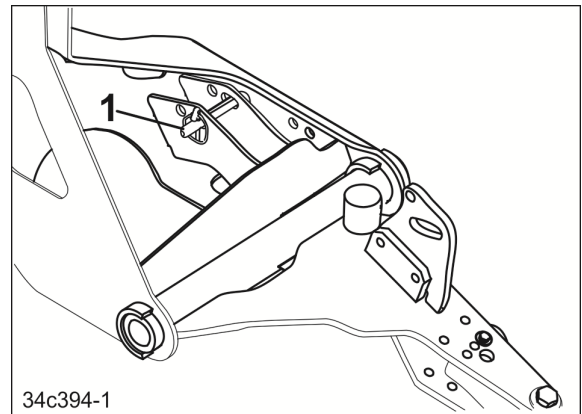

图 194
- 2.3 将用制轮楔固定的螺栓 (图 194/1) 拆除。